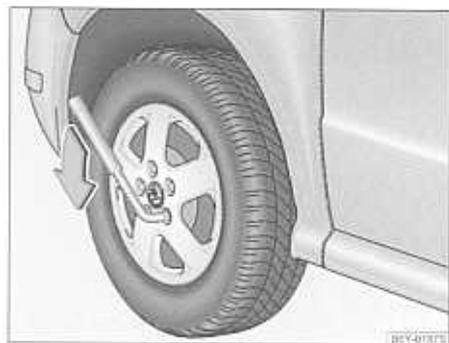

Fig. 144 Cambio de rueda: Aflojar los tornillos de rueda
- Asir la llave por el extremo y girar el tornillo aproximadamente una vuelta hacia la izquierda → fig. 144.